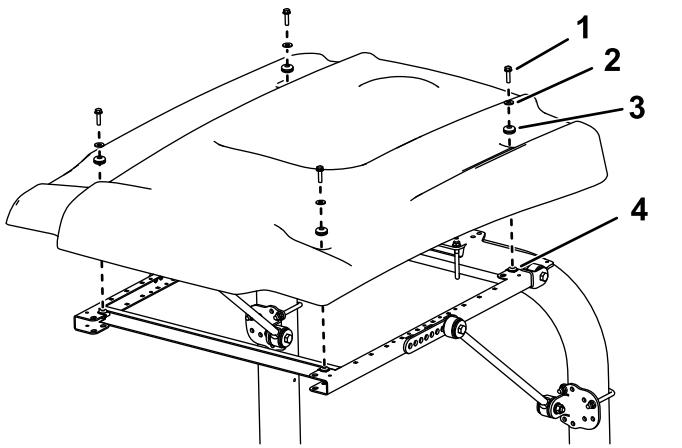

Figura 14
16. Ao alinhar os furos de montagem, posicione o toldo na estrutura como se mostra na **Figura 14**.
17. Monte, sem apertar completamente, cada canto do toldo na estrutura com um parafuso de cabeça flangeada (5/16 pol. x 1 1/4 pol.), uma anilha pequena e um olhal (Figura 14).